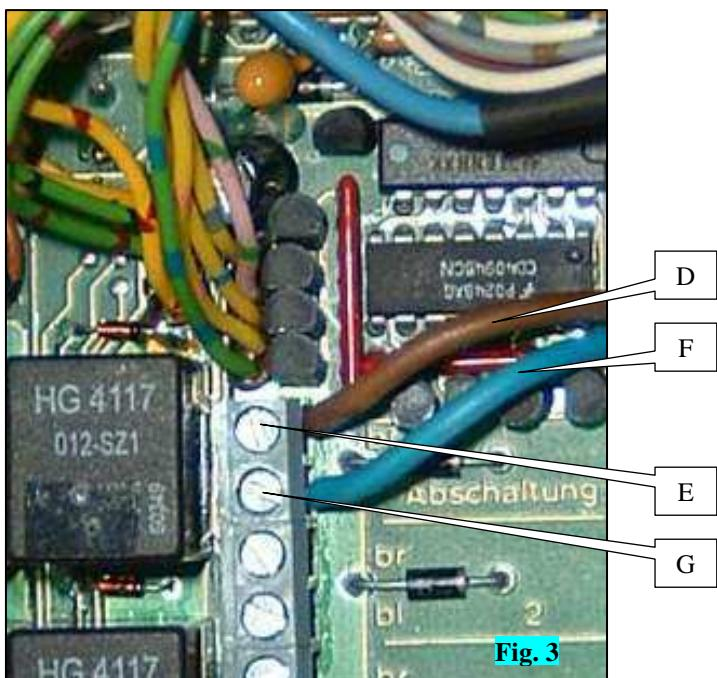

Fig. 3
-Brancher le fil **marron** D sur la borne '**br**' de la coupure n°1 E (fig. 3)
-Brancher le fil **bleu** F sur la borne '**bl**' de la coupure n°1 G (fig. 3)
-Connect **brown** wire D to the '**br**' terminal of cutter n°1 E (fig. 3)
-Connect **blue** wire F to the '**bl**' terminal of cutter n°1 G (fig. 3)
-Verbinden Sie den **braunen** Draht D mit dem **'br'**-Pol der Reihenabschaltung Nr. 1 E (Abb. 3)
-Verbinden Sie den **blauen** Draht F mit dem **'bl'**-Pol der Reihenabschaltung Nr. 1 G (Abb. 3)
- Sluit de **bruine** draad D aan op de eindpool **'br'** van de onderbreker n°1 E (fig. 3)
- Sluit de **blauwe** draad F aan op de eindpool **'bl'** van de onderbreker n°1 G (fig. 3)
- Conectar el hilo **marrón** D con el borne **'br'** del corte n° 1 E (fig. 3).
- Conectar el hilo **azul** F con el borne **'bl'** del corte n° 1 G (fig. 3).
-Attaccare il filo **marrone** D all'estremità **'br'** del taglio n°1 E (fig. 3)
-Attaccare il filo **blu** F all'estremità **'bl'** del taglio n°1 G (fig. 3)